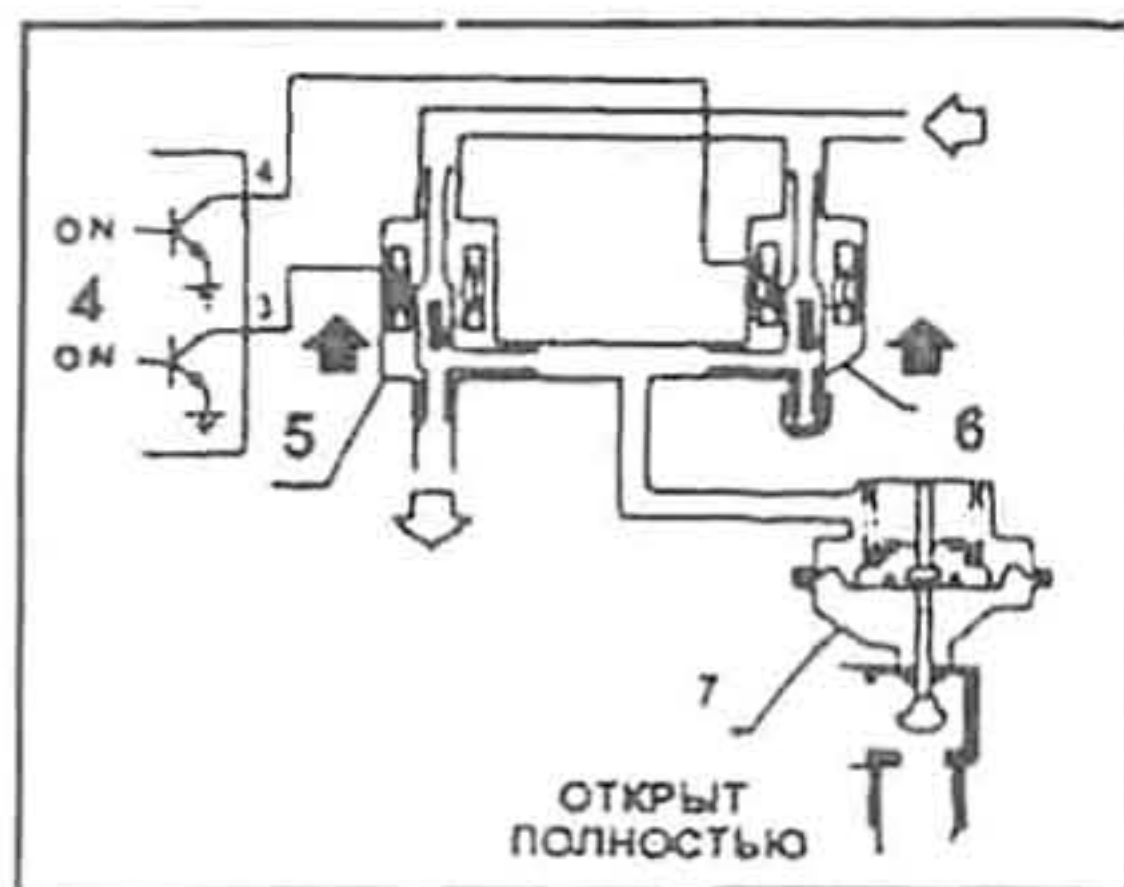

Рис. 394.
3. Высокий уровень рециркуляции: оба электромагнитных клапана открыты (рис. 394), вакуум от насоса полностью передается в вакуумную камеру клапана рециркуляции, клапан полностью открыт, и во впускной коллектор проходит полный поток выхлопных газов, на пропускание которого рассчитан клапан рециркуляции (по объему это достаточно малая часть от общего потока выхлопных газов).